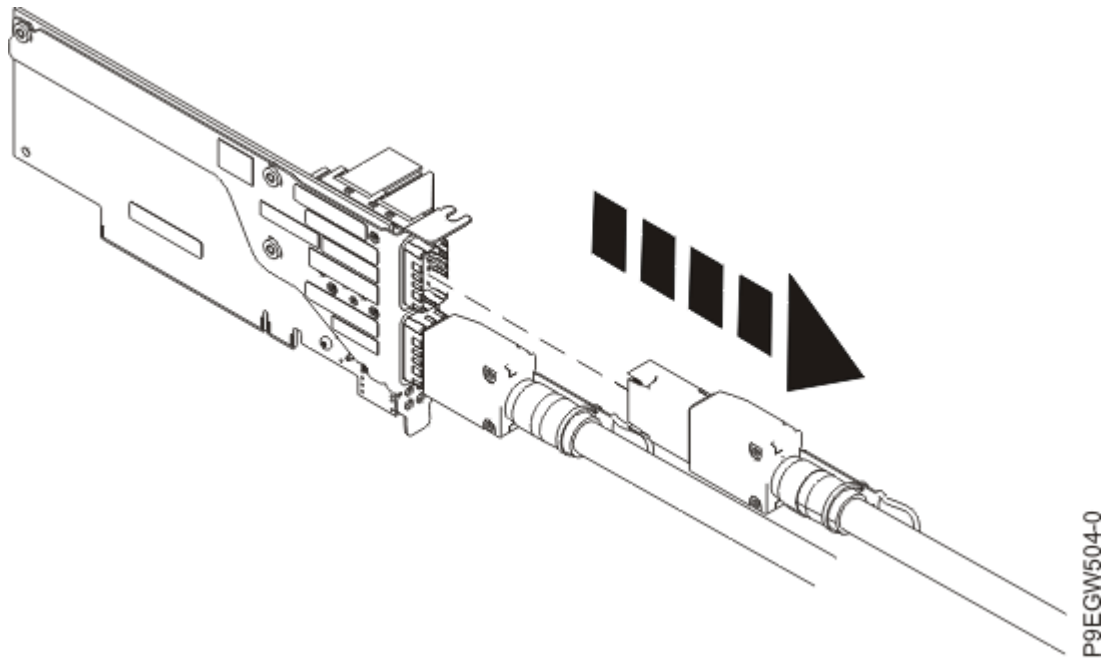

图 1: 从主机系统上的 电缆适配器 端口拔下扩展抽屉电缆
5. 要从主机系统拔下扩展抽屉电缆，请握住拉片并从主机系统上的 电缆适配器 端口拔出扩展抽屉电缆，如 第 3 页的图 1 中所示。